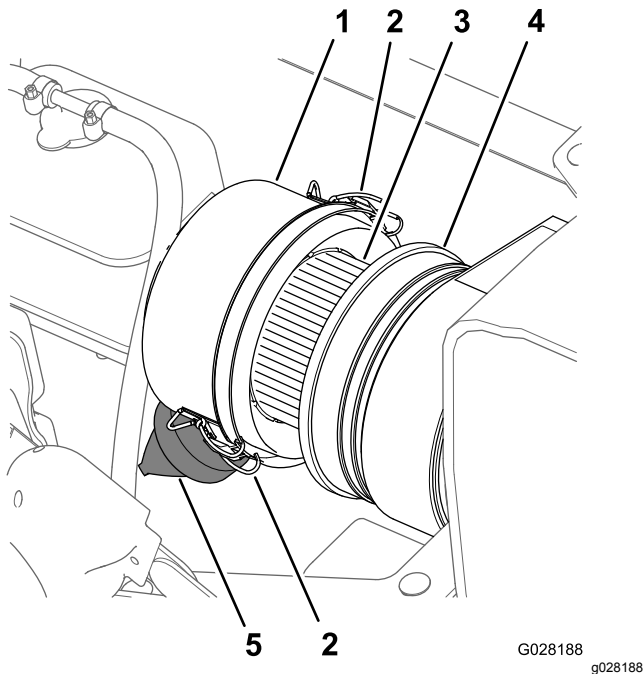
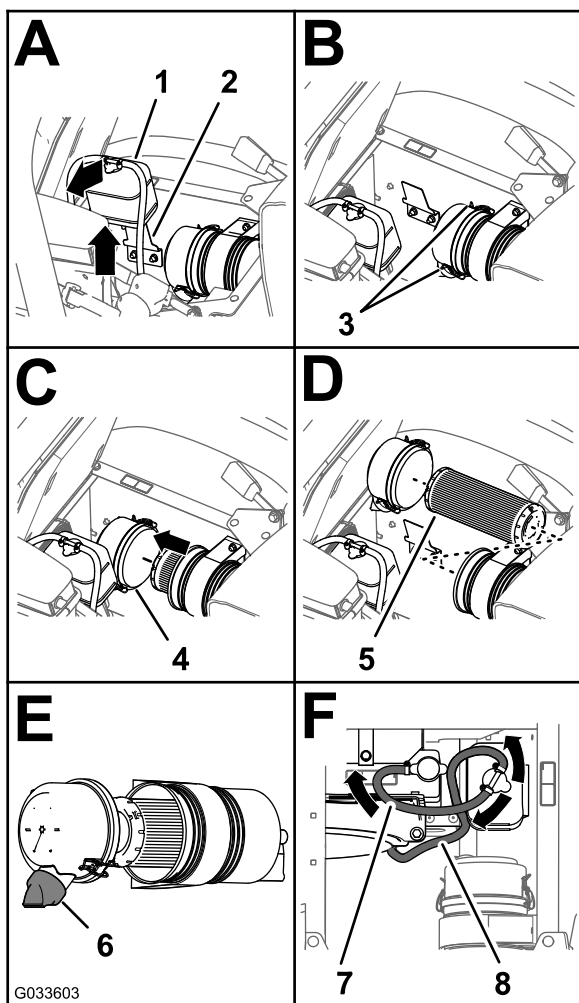

図 65
図 66
3. エアクリーナのボディーとダストキャップをきれいに拭く 図 65。
4. エアクリーナ本体にリーク原因となる傷がないか点検する 図 65。
5. ダストバルブをмонде、内部のごみを除去する 図 65。
7. エアフィルタの元素が汚れすぎていないか点検する 図 65。
8. エアクリーナのボディにダストキャップを取り付け、ラッチ2個で固定する 図 65。
2. エアクリーナのボディとダストキャップをきれいに拭く 図 65。
3. 冷却液オーバーフロータンクを持ち上げてブラケットから取り外す 図 66。
4. ダストキャップをエアクリーナのボディに固定しているラッチ2つを外す 図 66。
6. ぬれたウェスを使って、ダストキャップ、エアクリーナのボディ、ダストバルブの内部をきれいに清掃する 図 65 と 図 66。
7. エアクリーナボディにフィルタエレメントを取り付ける 図 66。
8. エアクリーナのボディにカバーを取り付け、ラッチ2個で固定する 図 66。
注 ダストバルブは、後ろから見たときに時計の5時7時の方向になるように取り付けてください 図 66。
9. 冷却液タンクを、ROPSシールドのサポートブラケットにきっちりと入れる 図 66。